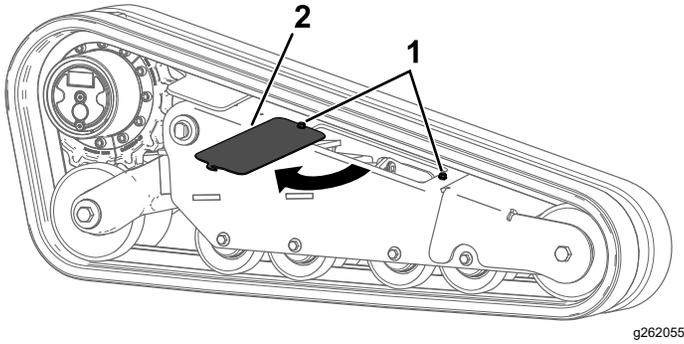

Figure 71
- Desserrez les 2 boulons et ouvrez le couvercle d'accès (Figure 71).
15. Refermez le couvercle d'accès et serrez les boulons (Figure 71). Serrez les boulons à 41 N·m (30 pi-lb).